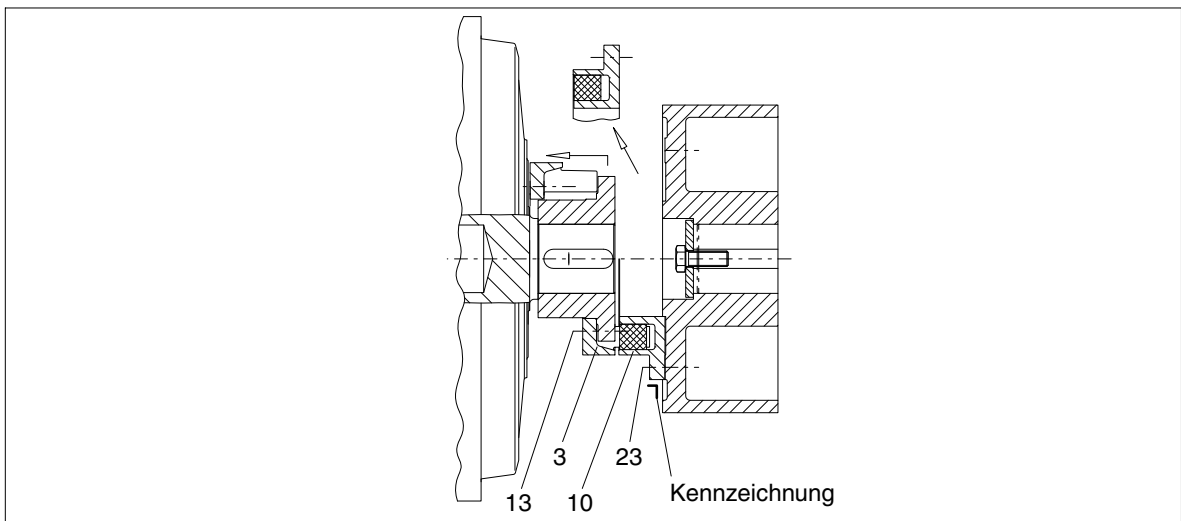

Bild 11: Ausbau der FLUDEX-Kupplung -a
Bei den Bauarten FND, FNDB und FNDS ist der Kupplungsausbau ohne Versetzen der gekuppelten Maschinen möglich. Dazu wird nach dem Ablassen der Betriebsflüssigkeit das Teil 3 ausgekuppelt, die Anbauposition des Teiles 10 gekennzeichnet, dann die Verschraubung (23) gelöst und das Teil 10 radial ausgebaut (siehe Bild 11).